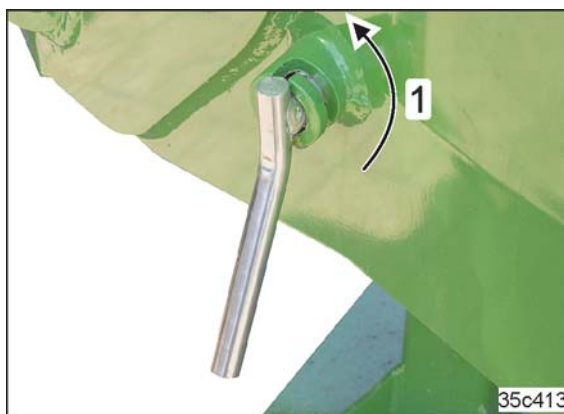

Fig. 116
- 13.1 Den gesicherten Bolzen (Fig. 116/1) um 180° verdrehen, bis die Spannhülse (siehe Fig. 117/1) freikommt.
16. Den Bolzen durch Verdrehen sichern (siehe Fig. 116).